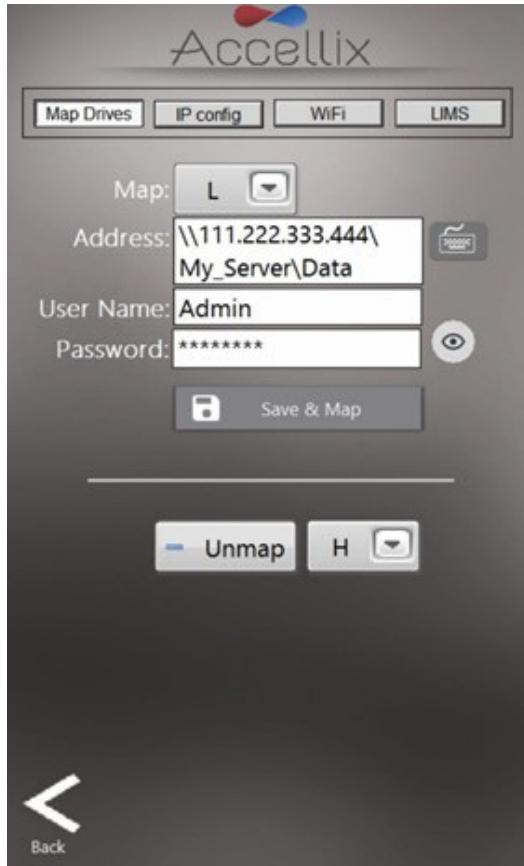

图24：网络屏幕：映射驱动器选项卡
Network (网络) 功能 屏幕 (图 24) 有 4 个选项卡:
1. Map Drives (映射驱动器) 选项卡 (图 24) 允许用户将驱动器号映射到网络驱动器。